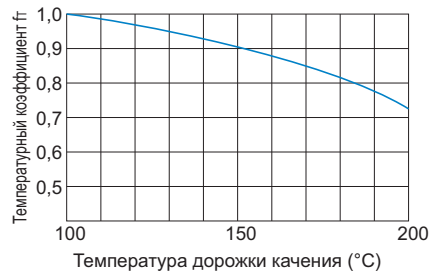

Рис.3 Температурный коэффициент ( $f_t$ )
- ft** : температурный коэффициент (см. Рис.3 на **B5-6**)
Если температура окружающей среды, в которой эксплуатируется модель ST, превышает  $100^\circ\text{C}$ , то необходимо учитывать отрицательное влияние повышенной температуры и умножить значения номинальной нагрузки на температурный коэффициент, указанный на Рис.3.